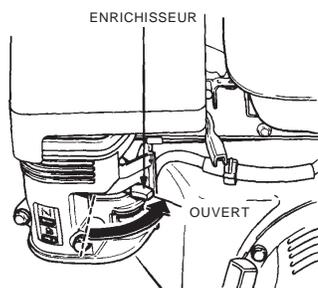

Figure 10. Enrichisseur (ouvert)
3. Régler l'**enrichisseur** (figure 10) à la position **OUVERT** si le moteur est **froid**.